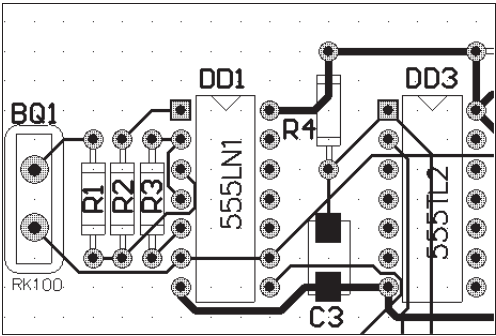

Рис. 7.21. Фрагмент печатной платы
1. Указать курсором на один из объектов на печатной плате, подлежащих редактированию. Пусть в нашем примере это будут круглые КП у компонентов в DIP-корпусах (рис. 7.21).